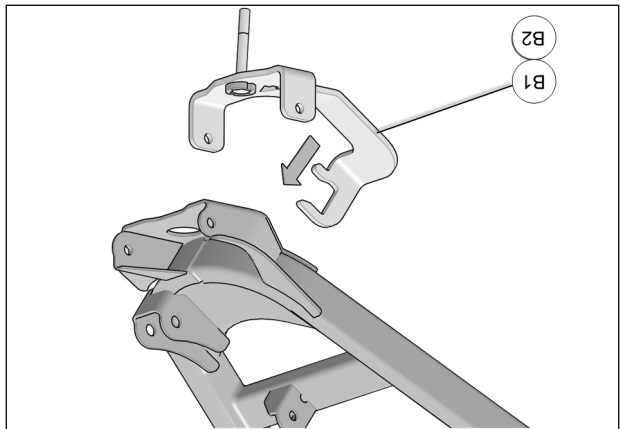

Fig. 7
6. Placer l'ancrage (B1-B2) sous le bras de suspension inférieur. Fig. 7